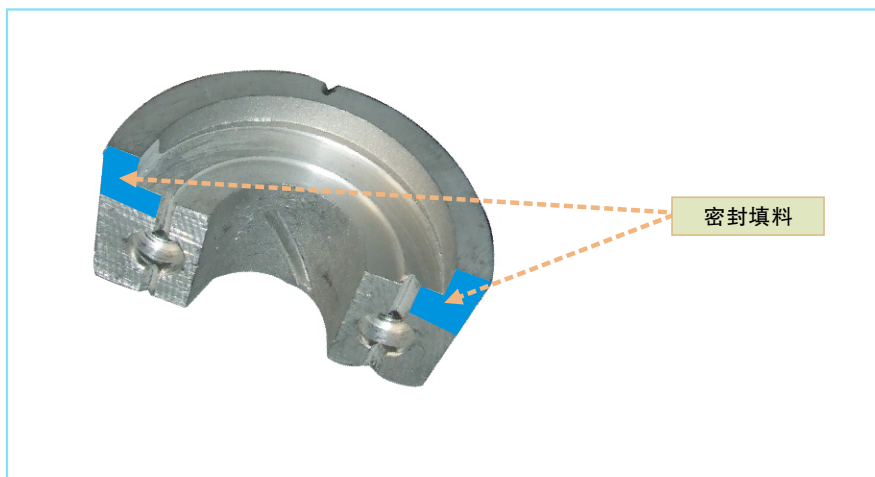

图2-110 涂密封填料
- D. 将新密封填料涂到排气凸轮轴承盖综合平台上（如图2-110）。